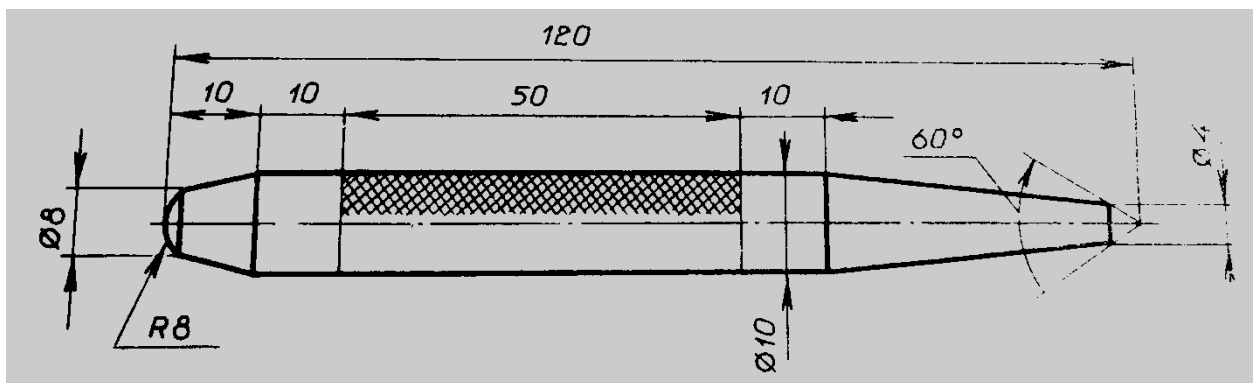

Рис. 1. Кернер
9. По указанным данным, в *M 1:1* разработайте чертеж кернера (Рис.1).